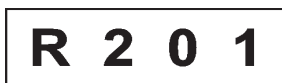

Рис. 15
2. Установите нужную передачу с помощью рычага переключения передач. Коробка передач мотоблока имеет 2 передачи вперед (1 и 2) и одну назад (R). 0 – нейтральная передача. (Рис. 15).